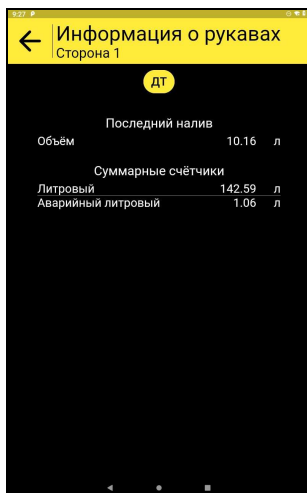

Рисунок 22
4.4 Просмотр данных о последнем отпуске топлива, а также показаний суммарных счетчиков возможен по двойному нажатию на интересующий рукав (рисунок 22).